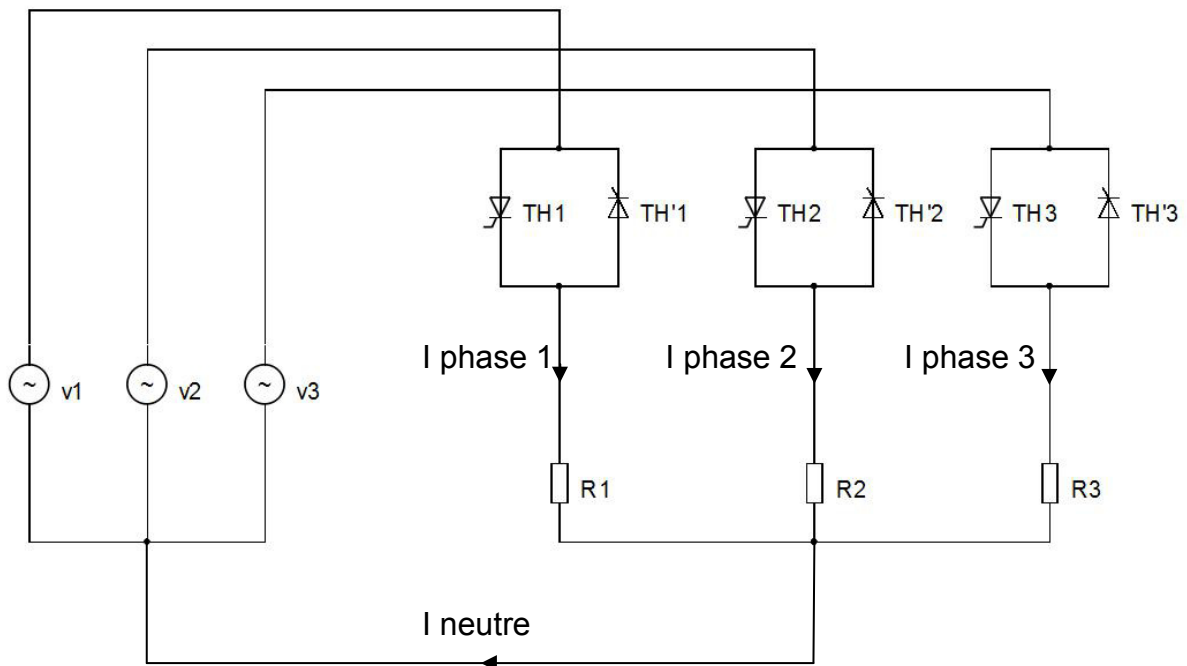

Figure 2
- 1- Sur la figure 2, appliquer la loi des nœuds et exprimer le courant .